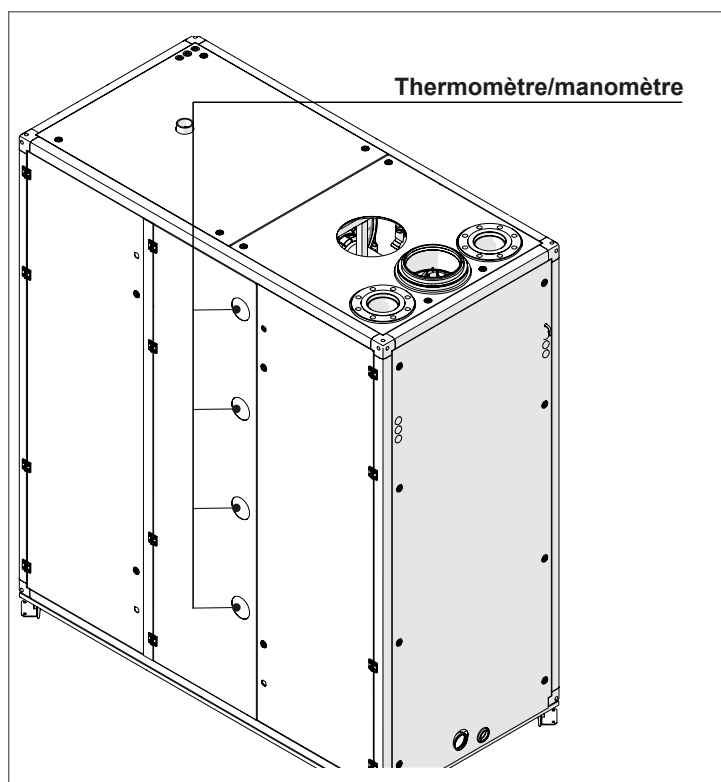

Fig. 47 Emplacement du thermomètre/manomètre
- Ouvrez la vanne de remplissage et procédez au remplissage du système de chauffage et de la chaudière jusqu'à ce que le manomètre (illustrée dans la Fig. 47) affiche la pression qui correspond à la taille du système de chauffage. La pression d'eau du système de chauffage doit être supérieure à 7,5 psi.
Si la pression à l'intérieur du circuit de chauffage tombe sous la pression minimale du système (7,5 psi), l'appareil se met à l'arrêt et l'afficheur intérieur 905PB affiche « Low water pressure » (pression d'eau faible) pour indiquer qu'il est nécessaire de corriger la pression. Ouvrez le robinet de remplissage et vérifiez la pression sur le thermomètre/manomètre illustré dans la Fig. 47. L'erreur est désactivée lorsque la valeur de pression adéquate est rétablie. Pour prévenir les ouvertures accidentelles de la soupape de surpression, remplissez le circuit de chauffage lentement.